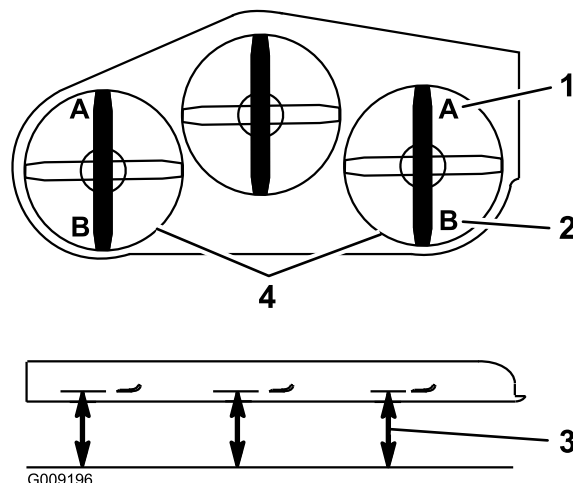

Figure 90
9. De chaque côté du tablier de coupe, mesurez la distance entre la surface plane et la pointe avant de la lame (position A). On doit obtenir un écart de 7,6 cm (3 po) (Figure 90).
15. De chaque côté du tablier de coupe, mesurez la distance entre la surface plane et la pointe arrière de la lame (position B). On doit obtenir un écart de 8,3 cm (3 1/4 po) (Figure 90).